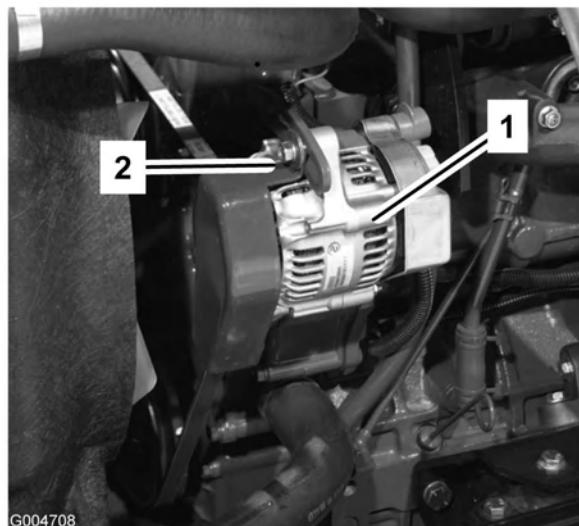

Figure 64
Vérifiez l'état et la tension des courroies (Figure 64) toutes les 100 heures de fonctionnement.
2. Si ce n'est pas le cas, desserrez les boulons de fixation de l'alternateur (Figure 64). Augmentez ou diminuez la tension de la courroie et resserrez les boulons. Contrôlez de nouveau la flèche de la courroie pour vérifier si la tension est correcte.